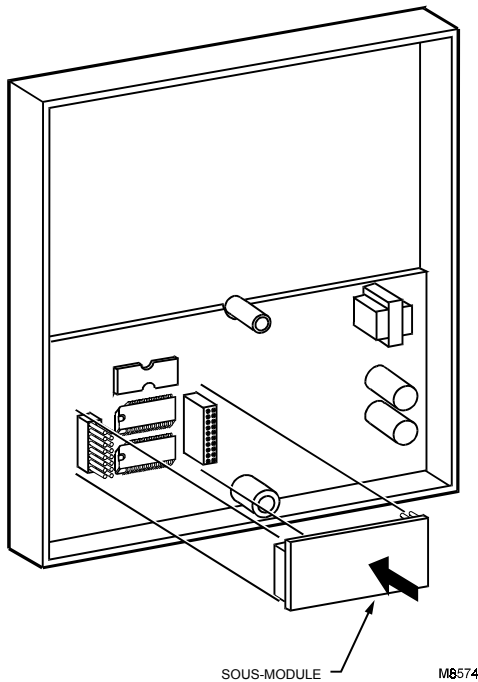

Fig. 13. Mettre en place le sous-module et remonter le boîtier.
- ③ Appuyer fermement sur le sous-module. Voir Fig. 13. Remonter le boîtier avec l'ensemble vis en laiton / anneau en caoutchouc, la batterie et la patte de transport.
- ④ Vérifier l'intégrité de l'ensemble du câblage.